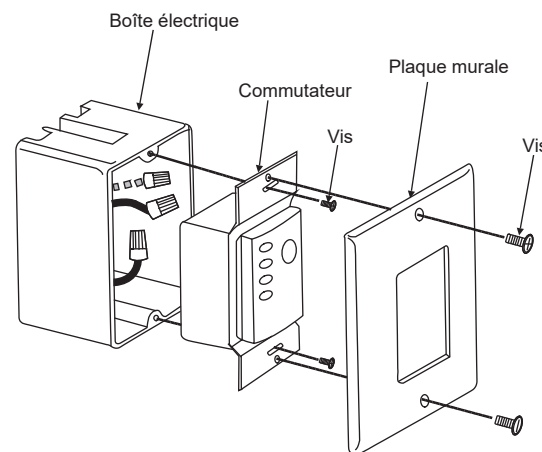

Fig. 23
**Étape 2.** Installez la plaque murale sur la boîte à prises existante à l'aide des vis fournies (**Fig. 23**).